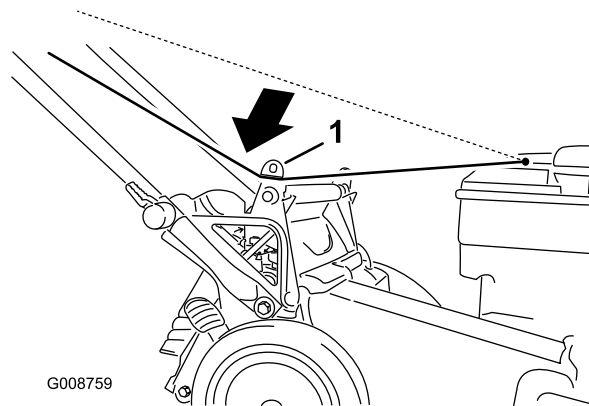

Figura 24
- Pase la cuerda del arrancador alrededor de la guía de cuerda inferior (Figura 24).